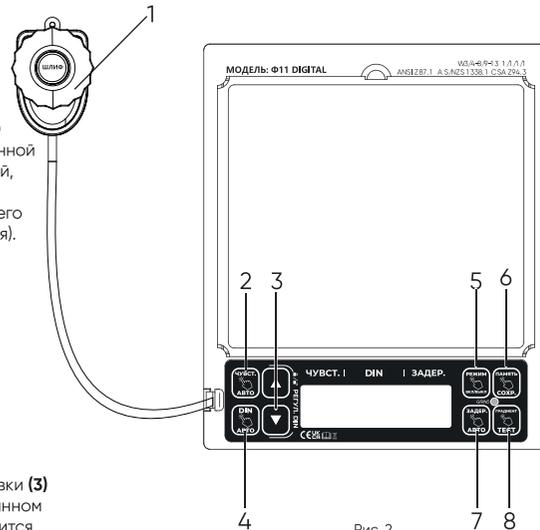

Рис. 2
Проверка панели управления с использованием кнопки Память (6) и кнопок регулировки (3). (см. рис. 2)